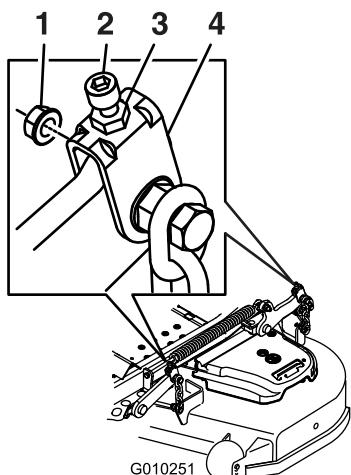

Figure 92
11. Pour les tabliers de coupe montrés à la Figure 92, ajustez précisément le serrage de l'écrou de réglage sur l'ensemble de relevage du tablier avant (Figure 92).